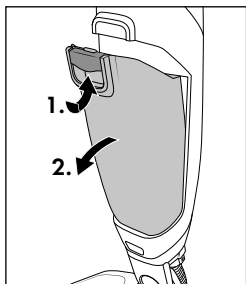

Bild 13
- ◆ Lossa upplåsningsspaken **9** samtidigt som du drar smutsbehållaren **10** framåt och tar av den (se bild 13).